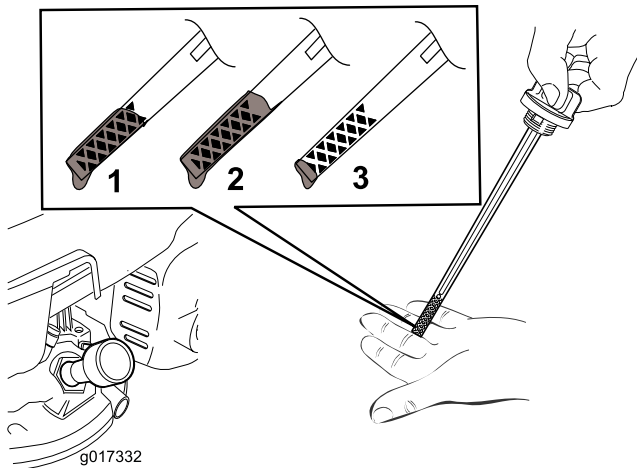

図 7
2. キャップを左に回してディップスティックを抜き取る 図 7。
7. ディップスティックの目印で油量を点検する 図 7。